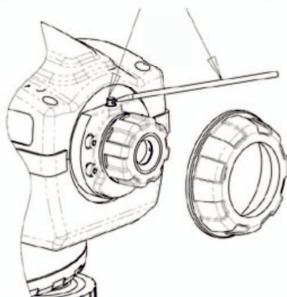

Рис. 5
3. Замерьте расстояние между точками a, a1 и b, b1. Разница в расстояниях a-a1 и b-b1 должна быть менее 3 мм, в противном случае необходимо произвести настройку окуляра (Рис. 5).